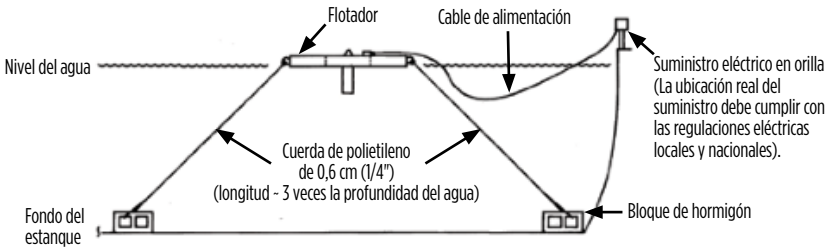
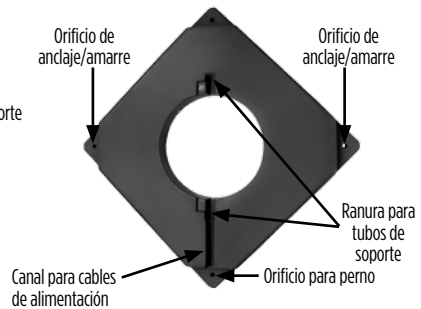

Figura 1
Figura 3
i. Corte dos tiras de 0,6 cm (1/4") de cuerda de polietileno. Si va a anclarlo al fondo del estanque, deje aproximadamente 0,9 m (3 ft) de cuerda por cada 0,3 m (1 ft) de profundidad del agua (Figura 1). Si va a amarrarlo a la orilla, asegúrese de que haya suficiente cuerda desde la ubicación prevista del flotador en la superficie del estanque hasta una ubicación de amarre segura en la orilla.
ii. Deben usarse al menos dos cuerdas de anclaje/amarre atadas a dos esquinas opuestas del flotador (Figura 3). Pase un extremo de la cuerda por uno de los orificios de anclaje/amarre del flotador y átela de manera segura. Haga lo mismo en la esquina diagonal opuesta. Se necesitan solo dos esquinas opuestas para asegurar a la mayoría de las aplicaciones (Figura 1). Sin embargo, si la aplicación está expuesta a vientos fuertes, anclar/amarrar tres o más esquinas del flotador puede reducir el desplazamiento de la unidad.
- Si va a anclar el flotador al fondo del estanque, coloque un bloque de anclaje en el fondo del estanque, ubique el flotador donde desee y coloque el otro bloque de anclaje en el fondo del estanque, cada uno orientado de manera que las cuerdas formen un ángulo con el flotador como vértice (Figura 1).